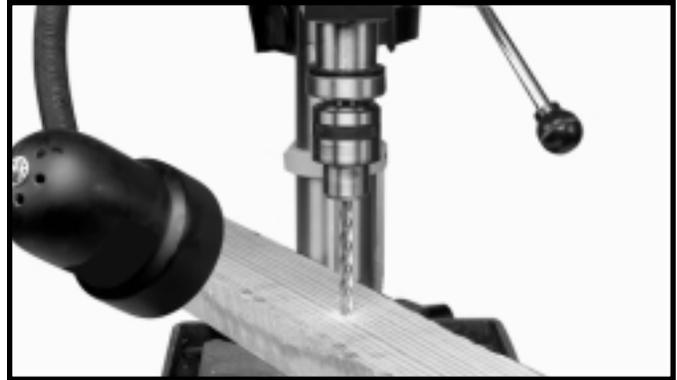

Fig. 30
**IMPORTANT :** Lorsque la pièce à percer est assez longue, elle doit être placée sur le plateau, l'une des extrémités de celle-ci étant contre le côté gauche de la colonne, comme l'illustre la figure 30. Cela empêche la pièce de tourner avec le foret ou l'outil tranchant, au risque sinon d'endommager la pièce et blesser l'utilisateur. S'il n'est pas possible de placer la pièce contre la colonne, celle-ci doit toujours être fixée à l'aide de serre-joint ou placée dans un étau.